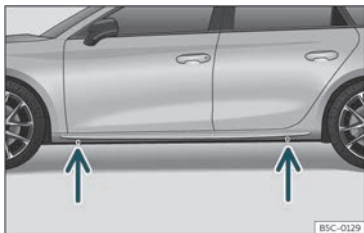

Fig. 42 Punti di appoggio per il cric.
- Individuare nel longherone il punto di appoggio del cric (zona avvallata) più vicino alla ruota da sostituire >>> **fig. 42**.